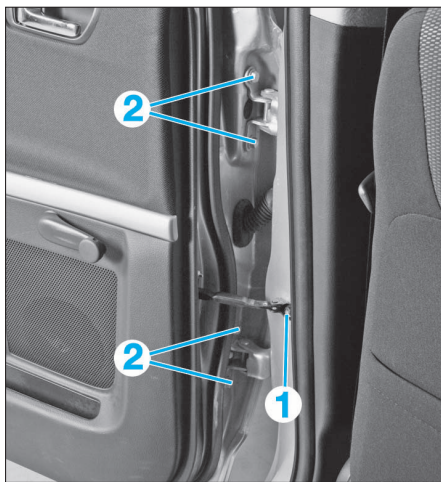

FIG. 36
- Dévisser la vis de fixation (1) du limiteur d'ouverture sur la porte (fig. 36).
- Maintenir la porte à l'aide d'un autre opérateur, et déposer les vis de fixation (2) des charnières pour déposer la porte.